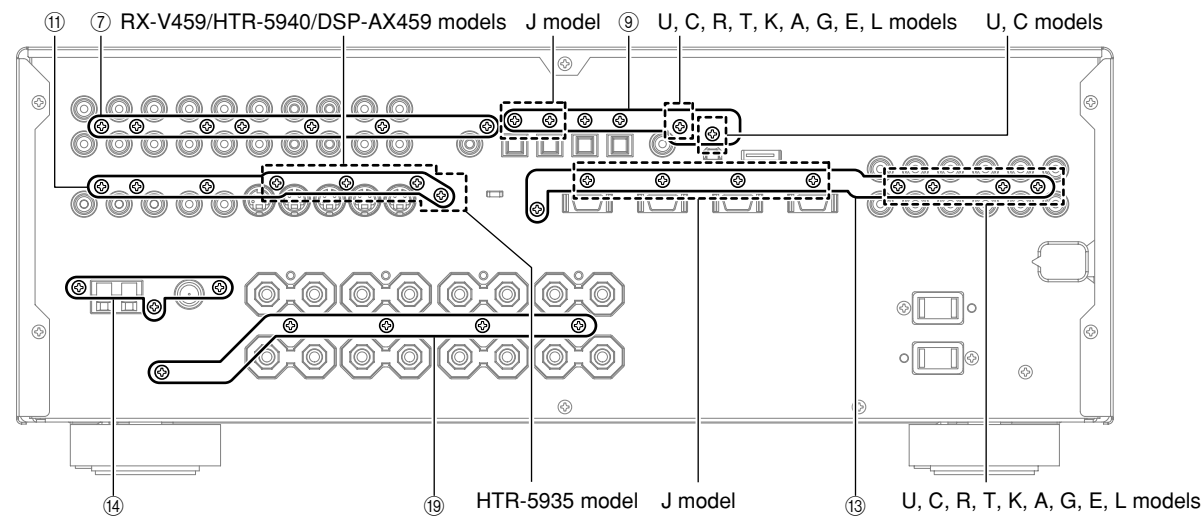

Fig. 4
- Remove 7 screws (⑦). (Fig. 4)
- Remove 4 screws (U, C models) / 3 screws (R, T, K, A, G, E, L models) (⑨). (Fig. 4)
- Remove 6 screws (⑪). (Fig. 4)
- Remove 5 screws (⑬). (Fig. 4)
- ⑦のネジ7本を外します。(Fig. 4)
- ⑨のネジ5本を外します。(Fig. 4)
- ⑪のネジ6本を外します。(Fig. 4)
- ⑬のネジ5本を外します。(Fig. 4)
- Remove 3 screws (⑭). (Fig. 4)
- Remove 5 screws (⑲). (Fig. 4)
- ⑭のネジ3本を外します。(Fig. 4)
- ⑲のネジ5本を外します。(Fig. 4)